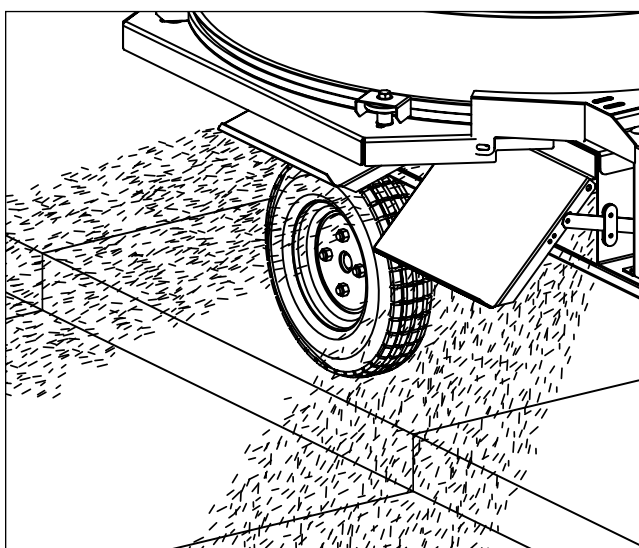

Fig. 10 Épandage de la paille
12. Ouvrez une des portes de sortie du matériel (figure 10) à moitié et ouvrez l'autre porte complètement. Ajustez les portes afin d'obtenir la couverture désirée.